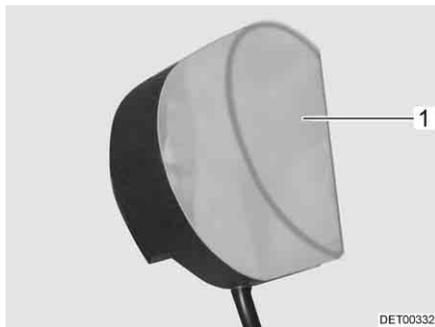

Fig. 248 Luz do roupeiro
- Comprima ligeiramente o resguardo da lâmpada (Fig. 248,1) e retire-o.